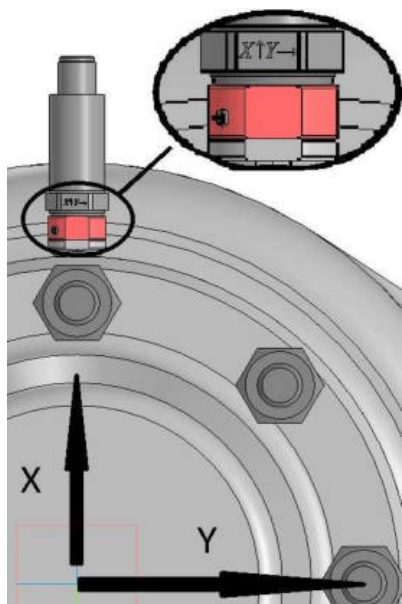

Рисунок 7. Установка измерителя вибрации и совмещение осей измерения
- От руки вкрутить измеритель вибрации ТИК-WS до упора на основание, затем выкрутить измеритель вибрации ТИК-WS до совмещения оси измерителя вибрации с направлением оси измерения агрегата. Ось измерителя вибрации ТИК-WS указана гравировкой на корпусе, ось измерения перпендикулярна оси вала на агрегате (см. рис. 7).